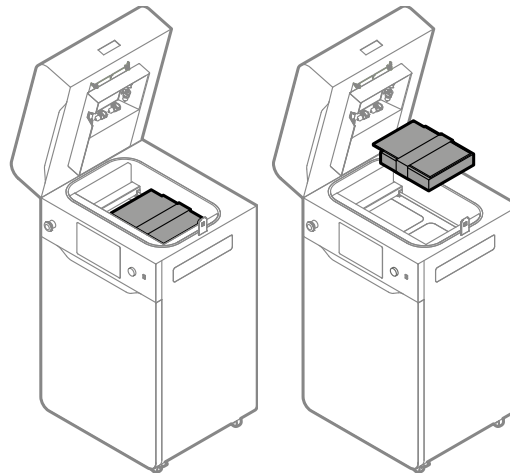

Abb. 5.4 Entfernen der Box mit dem Zubehör.
9. Entferne die Startup-Box mit dem Laserschutzglas und anderem Zubehör (Abb. 5.4).